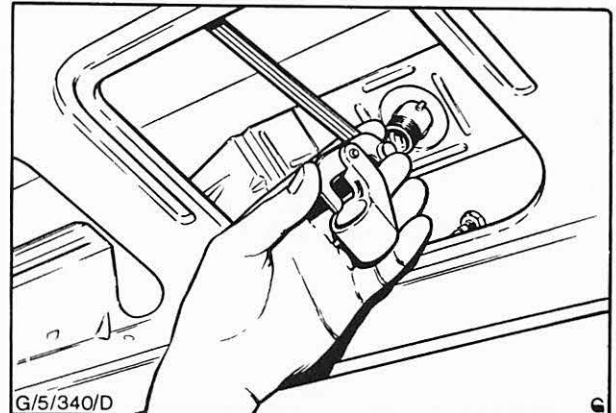

Abb. 61 Schloß – Rückwandtür mit Gestänge kompl. ausbauen
2. Große Mutter – Schloßbetätigungsgestänge am Rückwandtürgriff entfernen und Gestänge abbauen. Abb. 61.